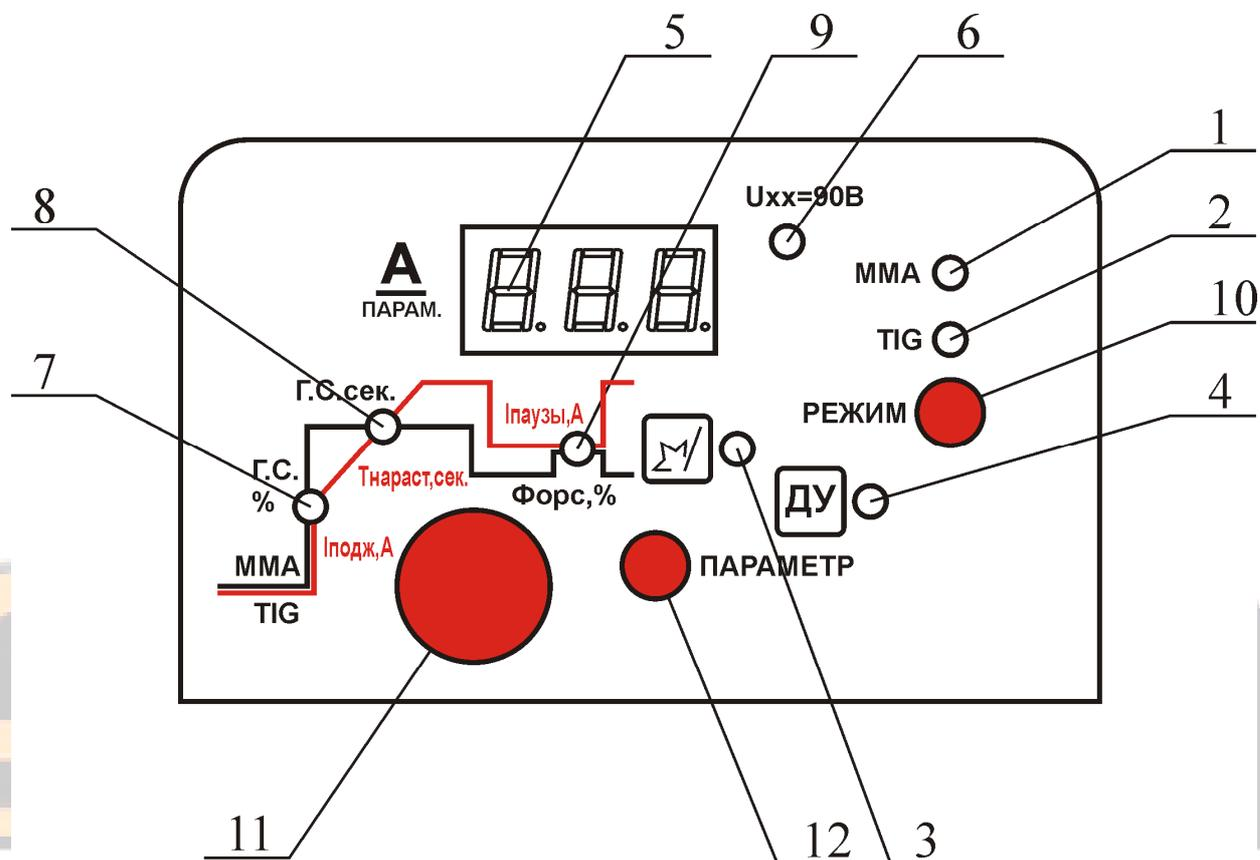

Рис.1 - Панель индикации и управления сварочного выпрямителя
При перегреве силовых транзисторов срабатывает тепловая защита (выключается сварочный ток) и загорается символ "ПЕРЕГРУЗКА" на семисегментном индикаторе (поз.5 рис.1).
Для выбора режима сварки необходимо нажать кнопку "РЕЖИМ" (поз.10 рис.1), выпрямитель перейдет в следующий режим сварки.
- нажать кнопку "ПАРАМЕТР" (поз.12 рис.1). При этом загорятся на 1 сек все светодиоды, на индикаторе (поз.5 рис.1) появится надпись "ПАР";
- светодиод (поз.3 рис.1) погаснет;
- процессор переходит в режим редактирования первого параметра. При этом загорится светодиод (поз.7 рис.1) и на индикаторе появится численное значение параметра;
Если поменять значение параметра с помощью регулятора (поз.11 рис.1), то светодиод номера параметра мигает с периодом около 1 сек;
- переход к следующему параметру осуществляется нажатием кнопки "ПАРАМЕТР" (поз.12 рис.1).
Выход из режима редактирования параметров – кнопка "РЕЖИМ" (поз.10 рис.1).
На индикаторе (поз.5 рис.1) загорится "- - -".
| 1 - Горячий старт, в % от тока уставки | - светодиод (поз.7 рис.1) горит. |
| 2 – Время горячего старта в миллисекундах | - светодиод (поз.8 рис.1) горит. |
| 3 – Форсаж в % от тока уставки | - светодиод (поз.9 рис.1) горит. |
Ток уставки (Сварочный ток, А) регулируется ручкой (поз.11 рис.1) до или во время процесса сварки.
- процессор переходит в режим редактирования первого параметра. При этом загорится светодиод (поз.7 рис.1) и на индикаторе появится численное значение параметра
| 1 – Ток поджига, А | - светодиод (поз.7 рис.1) горит. |
| 2 – Время нарастания тока, сек | - светодиод (поз.7 и 8 рис.1) горят. |
| 3 – Время спада тока, сек | - светодиод (поз.8 рис.1) горит. |
| 4 – Ток паузы, А | - светодиод (поз.9 рис.1) горит. |
Ток уставки (Основной сварочный ток, А) регулируется ручкой (поз.11 рис.1) до или во время процесса сварки.
- нажать кнопку "ПАРАМЕТР" (поз.12 рис.1) и удерживая ее, включить сварочный выпрямитель;
- отпустить кнопку "ПАРАМЕТР" (поз.12 рис.1);
- нажать кнопку "РЕЖИМ" (поз.10 рис.1) и удерживая ее включить сварочный выпрямитель;
- отпустить кнопку "РЕЖИМ" (поз.10 рис.1);
- сварочный выпрямитель пройдет все обычные этапы включения, но будет гореть светодиод (поз.6 рис.1) "U_{хх}=90 ВОЛЬТ";
При этом должен загореться светодиод "ДУ" (поз.4 рис.1) на панели управления выпрямителя.